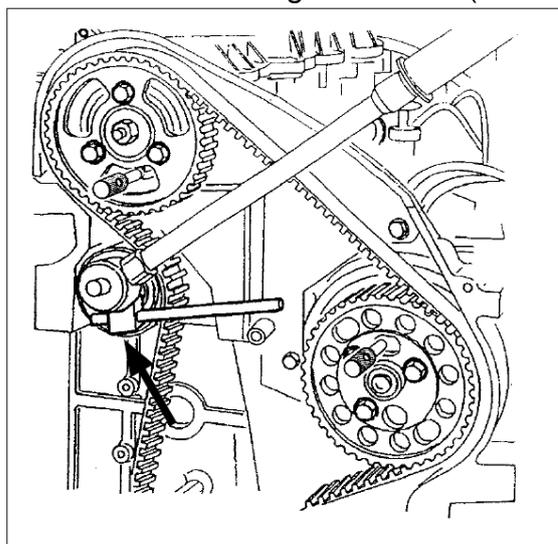

Fig. 2
- Questo strumento è necessario al fine di fare girare il tenditore e tenerlo fermo mentre si stringe il bullone (25 Nm)(Fig. 2).